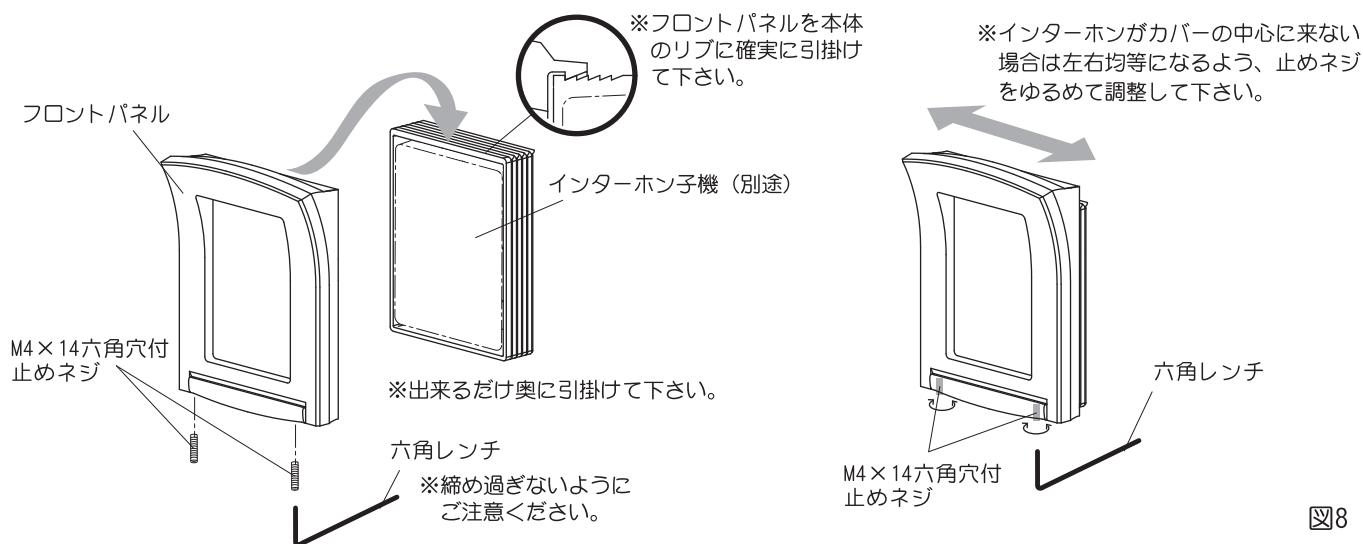

図8
インターホンフロントプレートCをフロントパネルに取付けます。インターホンと重なるようネジで上下調整して下さい。 (図8)
⑦フロントパネルを本体に取付けます。 (図8)